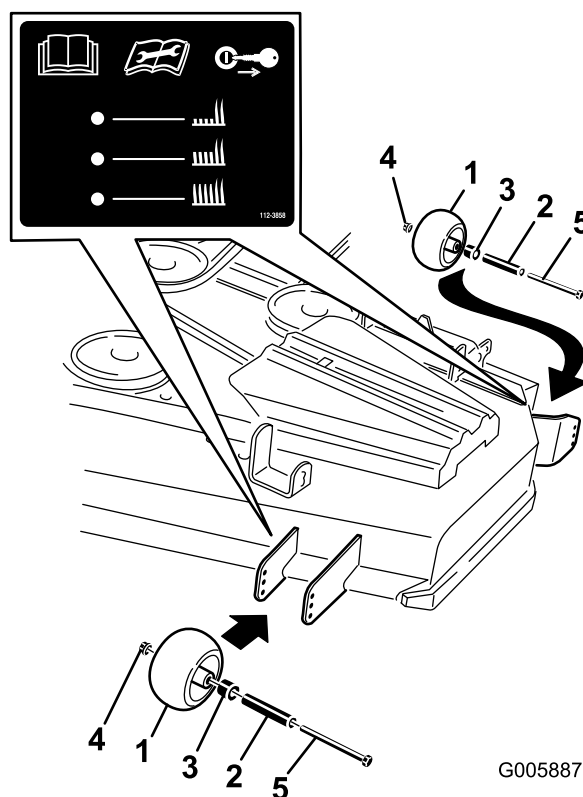
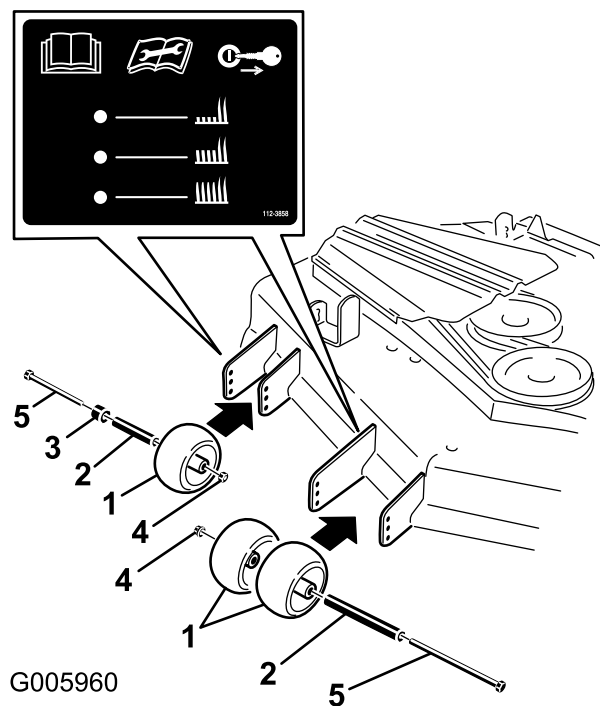

Figura 19
Figura 20
3. Dopo avere regolato l'altezza di taglio, regolate i rulli togliendo il dado flangiato, la boccola, il distanziale e il bullone (Figura 19 o Figura 20).
Nota: I 2 rulli centrali sono privi di distanziale (Figura 19 oppure Figura 20).
5. Montate il dado flangiato, la boccola, il distanziale ed il bullone. Serrate a un valore compreso tra 54 e 61 N·m (Figura 19 o Figura 20).